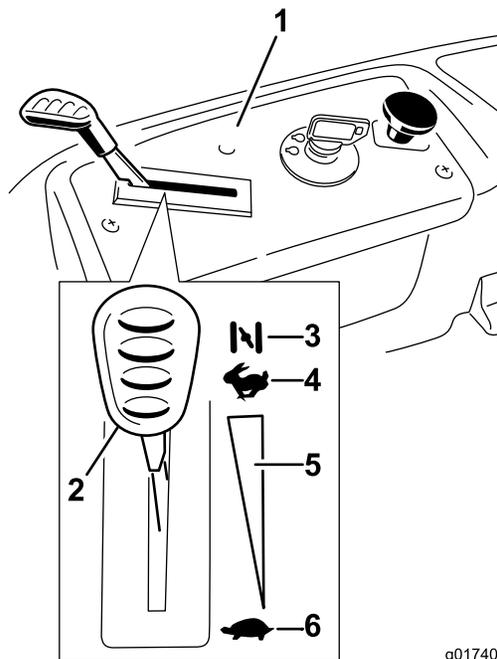

Figura 12
- Mova a alavanca do acelerador para Ar antes de ligar o motor a frio (Figura 12).
- Depois de o motor arranque, mova a alavanca do acelerador para Rápido (Figura 12). Se o motor parar ou se engasgar, volte a colocar a alavanca do acelerador na posição Ar durante alguns segundos. Repita isto conforme necessário.
3. Desligue a chave da ignição (Figura 12) e retire a chave.